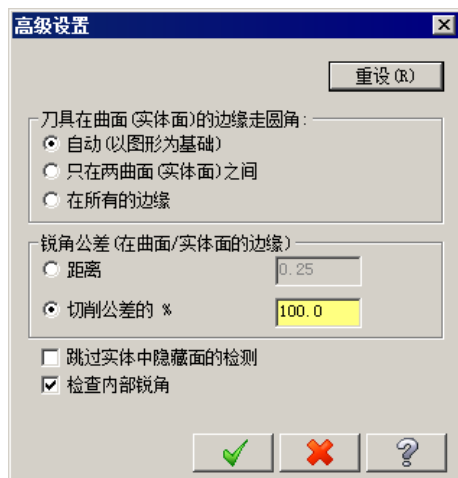

图 5.2.17 “高级设置”对话框
- 高级设置(E)... 按钮：单击此按钮，系统弹出图 5.2.17 所示的“高级设置”对话框，此对话框主要用于当加工面中有叠加或破孔时的刀路设置。